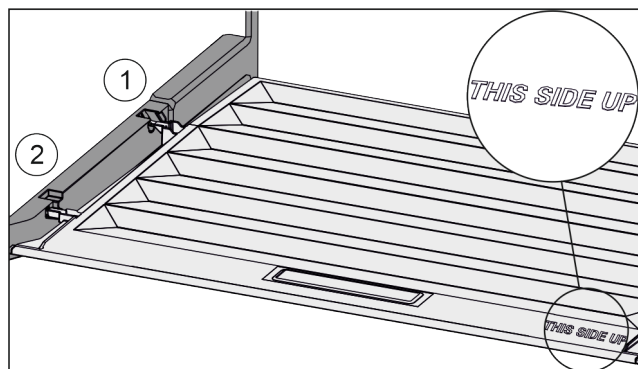

Fig. 40
- ▶ Výstupky veka zaveďte cez otvor zadného držiaka Fig. 40 (1) a zaistite vpredu v držiaku Fig. 40 (2).